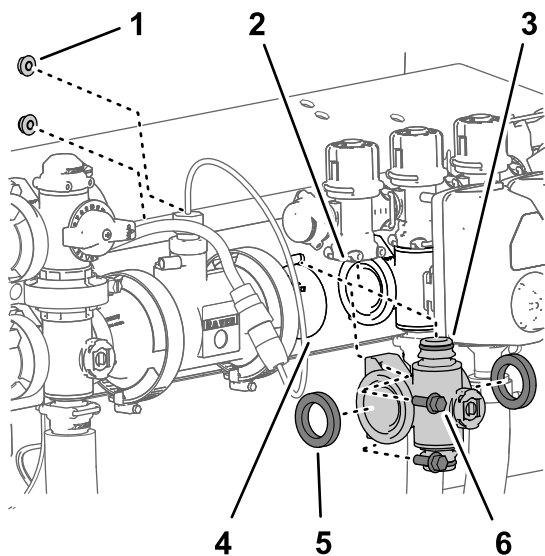

图 112
- 对于左或右喷洒臂段阀歧管应松开将该喷洒臂段阀歧管固定至阀支架的 2 个凸缘头螺栓 $\frac{1}{4} \times \frac{3}{4}$ 英寸和 2 个凸缘锁紧螺母 $\frac{1}{4}$ 英寸 图 112。
5. 向下移动喷洒臂段阀歧管和垫片使之与喷洒臂段旁通阀分开然后再离开机器图 112。